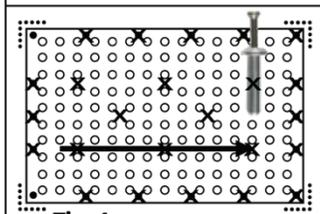

Fig. 4
6. Inserte los pasadores de impulsión en todos los hoyos y martíllelos moviéndolos a través de la baldosa en una sola dirección. (Fig. 4) **NOTA: Martille el pasador sólo hasta que esté parejo con la cabeza del anclaje. IMPORTANTE: ES NECESARIO DEJAR UN ESPACIO DE 1/8" CUANDO SE INSTALEN MÚLTIPLES BALDOSAS LINEARES PARA PERMITIR EXPANSIÓN.**